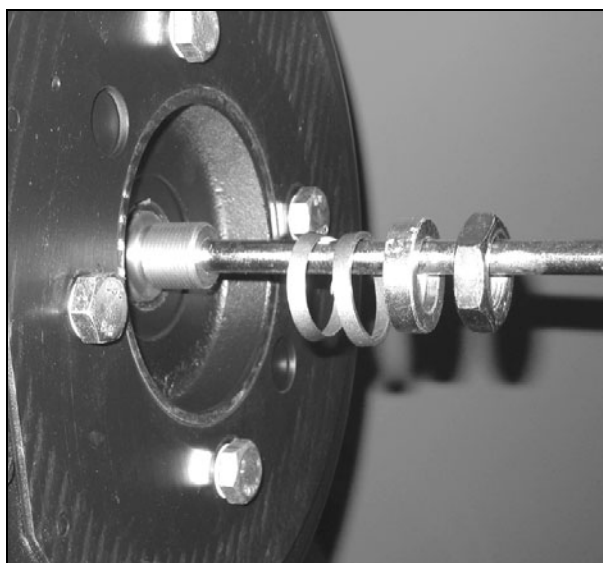

Рисунок 31
- Порядок установки различных деталей показан на (Рис. 31).